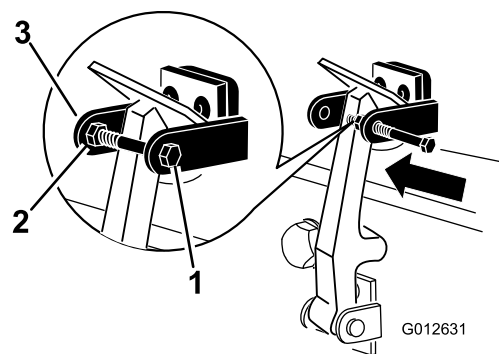

**Figure 6**
7. Accrochez le loquet du capot sur son support (Figure 6).